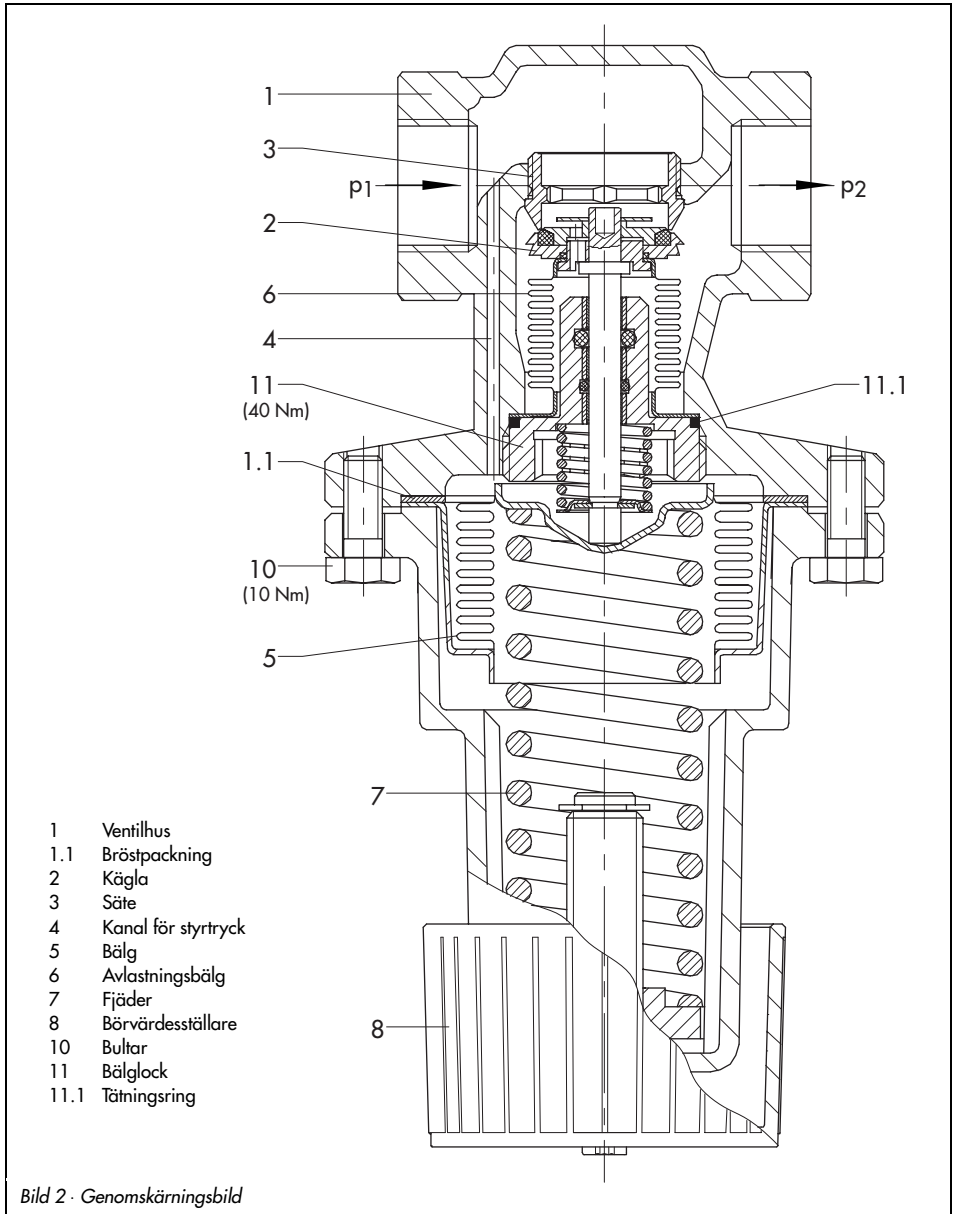

Bild 2 · Genomskärbild
1. Fjäderspänningen släpps (7) genom att vrida börvärdesställaren (8) moturs.
2. Lossa de båda bultarna (10) jämnt. Var försiktig, fjädern är fortfarande lätt spänd.
3. Tag av underdelen med fjäder (7) och bälg (5).
5. Montering sker i omvänd ordning. Byt packning (1.1). Observera åtdragningsmoment enligt bild 2.
2. Lossa de båda bulterna (10) jämnt. Var försiktig, fjädern är fortfarande lätt spänd.
6. Montering sker i omvänd ordning. Observera åtdragningsmoment enligt bild 2.